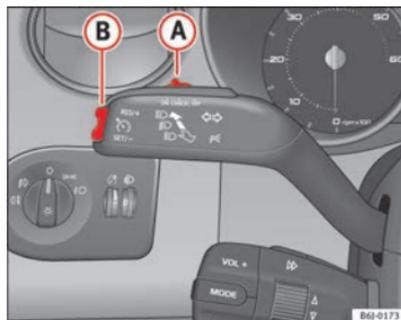

Fig. 122 Palanca de intermitentes y de luz de carretera: mando y tecla basculante para el regulador de velocidad
- Presione la parte superior de la tecla basculante **RES** ⇒ fig. 122 **B** para aumentar la velocidad. El vehículo acelerará mientras mantenga la tecla presionada. Al soltar la tecla quedará memorizada la nueva velocidad.
Si se reduce la velocidad programada pisando el pedal del freno, se desactiva el regulador de velocidad. Si quiere activar de nuevo el regulador, bastará con presionar una vez la parte superior de la tecla basculante **RES+** ⇒ fig. 122 **B**.